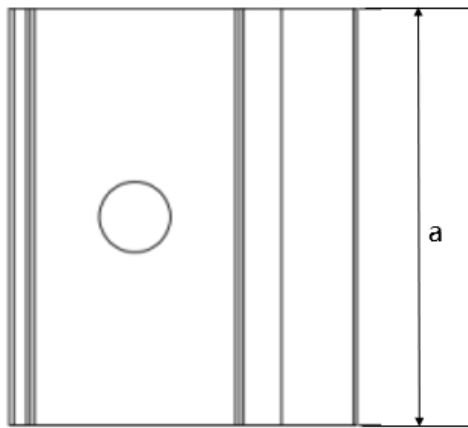
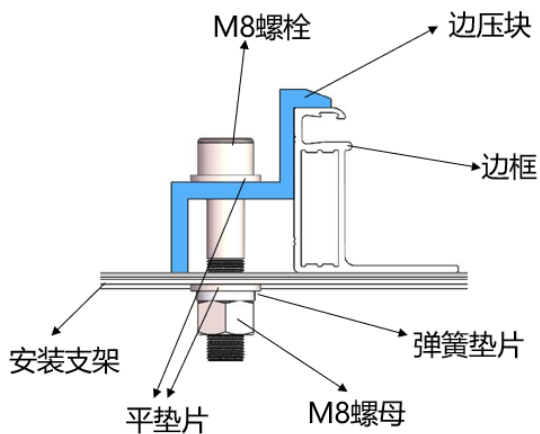
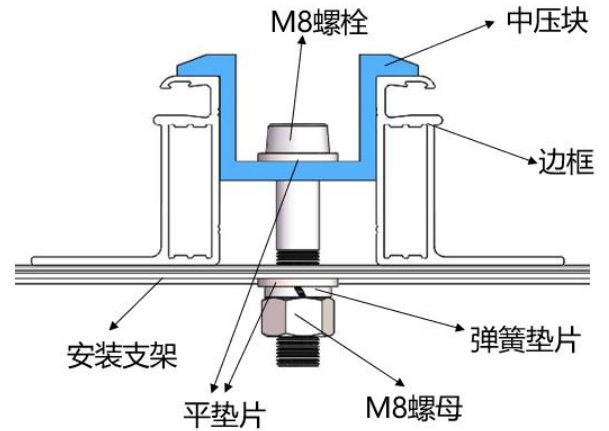

图7 边压块俯视图
图9 边压块安装示意图
图10 中压块安装示意图
- ① 将组件置于两条支架之上（不提供）。支架必须使用不锈钢材料或做过防腐处理（如热镀锌处理）。每块光伏组件至少需要 4 个压块去固定，在安装过程中，请勿让压块直接接触玻璃及让边框变形，否则会导致组件破损。
- ② 务必避免因夹具形成的阴影对组件造成遮挡效应。漏水孔不能被夹具遮挡。夹具必须与组件边框保持至少 8mm 但不超过 11mm 的重叠部分（保证组件可靠安装的前提下可以变更夹具截面）。
- ③ 支架与组件边框接触的上表面需有一个与 M8 螺栓匹配的凹槽。
- ④ 若支架上无凹槽，则需在上述提到的位置钻一个直径大小合适的孔，以便螺栓固定。
- ⑤ 确保每个压块的安装顺序为平垫圈、弹簧垫圈、螺母。
- ⑥ 图 7、8 为压块示意图，图 9、图 10 所示为压块安装示意图。压块的尺寸为 $a \geq 40 \text{ mm}$, $b \geq 16 \text{ mm}$, $c \geq 5 \text{ mm}$, $d \geq 8 \text{ mm}$, $e \geq 15 \text{ mm}$, $\varnothing = 9 \text{ mm}$ ，压块厚度 $\geq 3 \text{ mm}$ 。针对 182 和 210 版型组件，中压块与边压块的尺寸需满足 $a \geq 60 \text{ mm}$ 。当螺栓和螺丝为 8.8 等级时，推荐收紧扭矩为 17~23Nm。